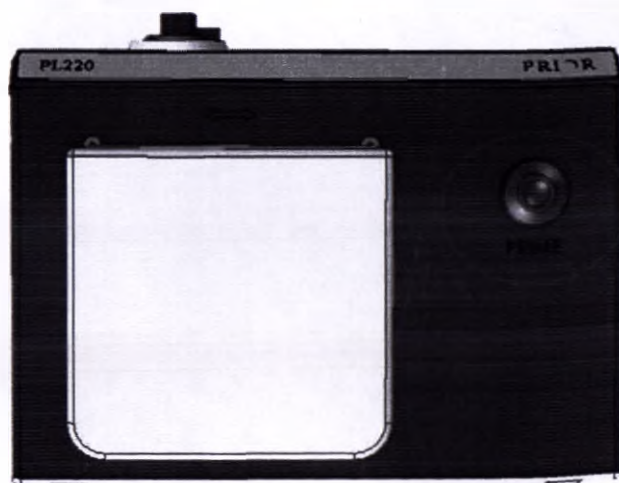

Рисунок 189 - Прокачайте трубку, зажав кнопку прокачки масла.
2. Прокачайте трубку автоматического податчика масла PL220, зажав кнопку прокачки масла на несколько секунд (Рисунок 189). Убедитесь, что под наконечником находится подходящая емкость. При прокачке вы услышите характерный звук, а на наконечнике податчика будет видно масло.